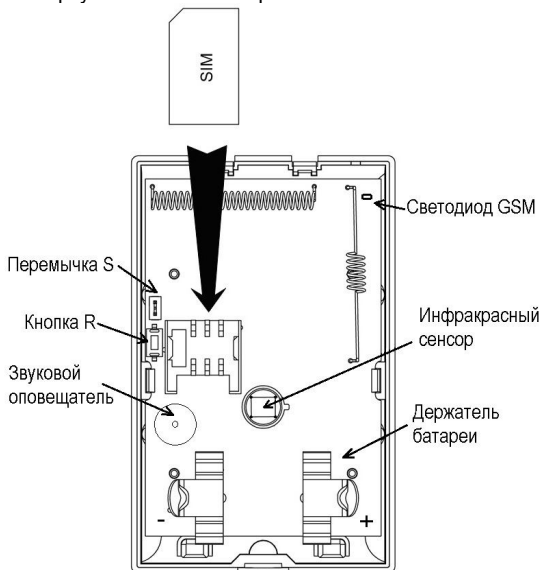

Рис.5 Установка SIM карты
**Внимание!** При работе с сигнализатором не касайтесь пальцами линзы инфракрасного приемника (см. рис.5). Это может снизить дальность обнаружения.
1. Установите SIM карту как показано на рис. 5
1. Убедитесь, что SIM карта установлена в соответствии с рис.5.